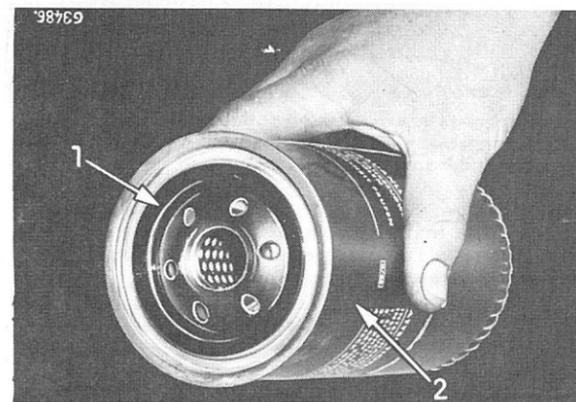

Fig. 53
Montez le nouveau filtre à huile en le serrant A LA MAIN, après avoir légèrement huilé son joint (1) Fig. 53. N'utilisez AUCUN OUTIL pour effectuer cette opération.